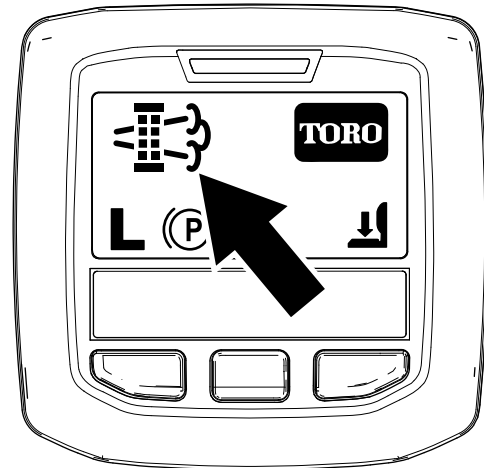

Рисунок 80
- Когда компьютер двигателя запрашивает стационарную или восстановительную регенерацию, на дисплее инфо-центра появляется значок запроса на регенерацию (Рисунок 80).